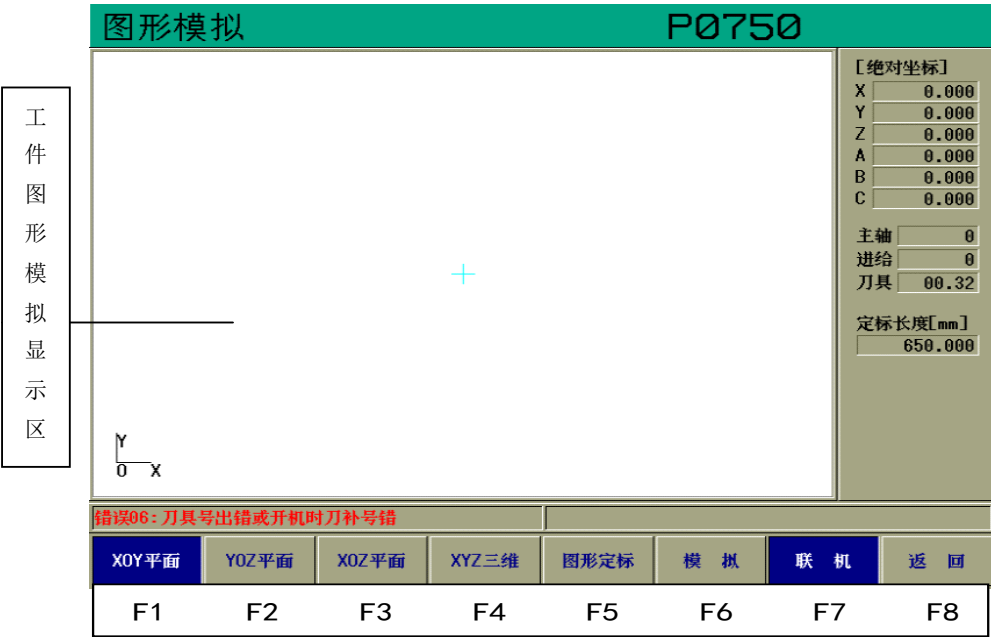

图 3.4 图形模拟
- (1) 按【位置】主键进入位置界面；
- (2) 按【F4】(自动)键；
- (3) 按【存储/打开】键；
- (4) 输入文件名 P0750；
- (5) 按【ENTER】；
- (6) 按【F8】(图形显示)键后，图形界面如图 3.4 所示：